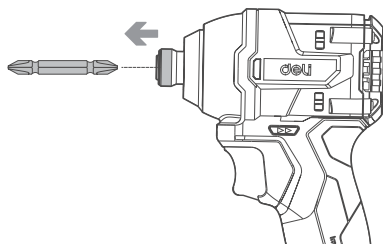

Рисунок B1
1. Для установки биты потяните патрон в направлении стрелки и вставьте биту на всю глубину до самого конца втулки. Затем отпустите патрон, чтобы зафиксировать биту. (См. рис. B1).